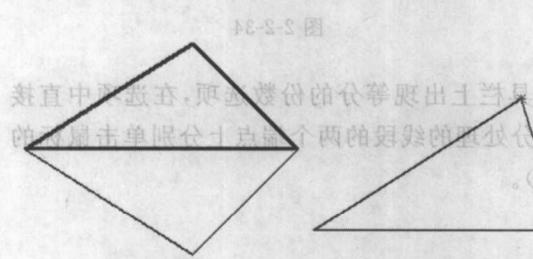

图 2-2-39
(20) 对称粘贴:选中对称粘贴工具后,先用鼠标单击两个点作为对称轴。然后单击需要做对称的点或线(此点或线可以依次单击选取也可以单击空白处拖出一矩形框选取)。被选中的点、线就被对称复制,最后按右键确认(图 2-2-39)。